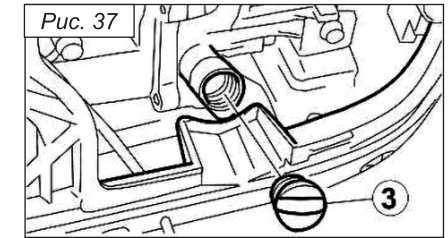

Рис. 37
3. Снимите крышку маслозаливной горловины (3), рис. 37.